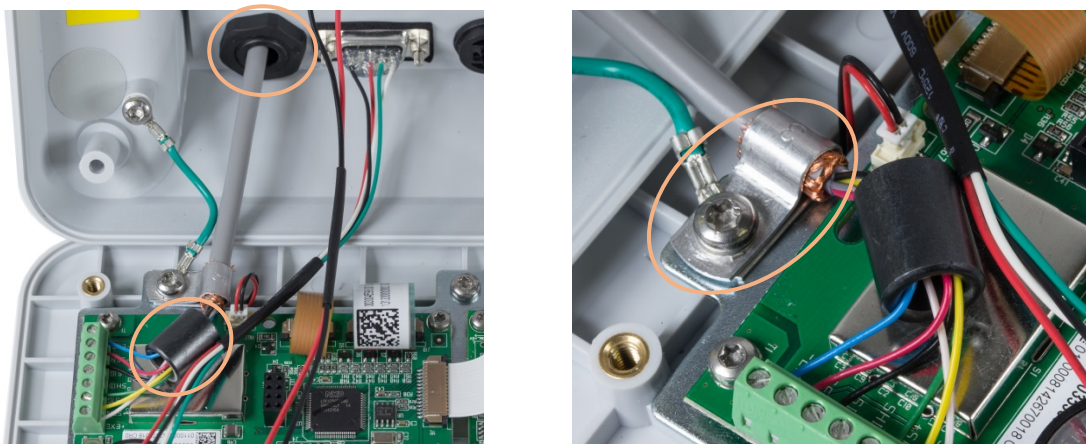

Figure 2-27 : Installation de la ferrite du câble d'un capteur analogique avec mise à la masse sur le châssis, IND231
9. Le câble du capteur pénètre dans le boîtier à travers le presse-étoupe indiqué sur la Figure 2-27.
12. Le serre-câble de masse fourni en même temps que le terminal est utilisé pour mettre en contact le blindage exposé (Figure 2-26) avec la plaque de montage métallique en utilisant la vis de fixation de la tresse de la charnière de l'enceinte comme sur la Figure 2-27.